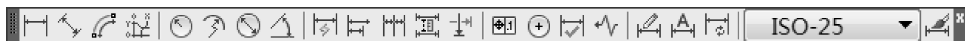

图 1-30 “标注”工具栏
3) 在“标注”选项的前面单击，出现“√”并在绘图区显示“标注”工具栏，如图 1-30 所示。